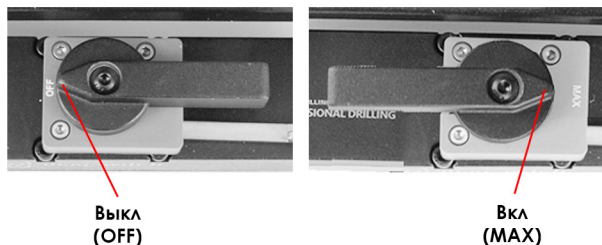

Рис.3
1. Установите инструмент на трубу (заготовку) согласно разметке планируемого отверстия. Включите магниты. Для включения магнита необходимо повернуть ручку, расположенную на храповом механизме, из положения «Выкл» (OFF) в положение «Вкл» (MAX) (Рис. 3).